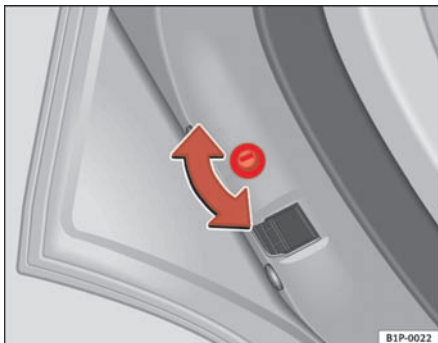
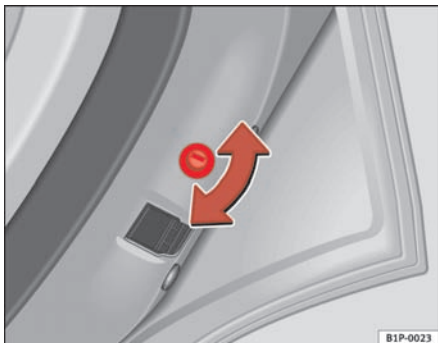

Fig. 43 Børnesikring i venstre dør
Fig. 44 Børnesikring i højre dør
- Når døren er åben, skal du sætte tændingsnøglen i slidsen i døren og dreje den mod uret i døren i venstre side og med uret i døren i højre side. ⇒ fig. 43, ⇒ fig. 44.
- Når døren er åben, skal du sætte tændingsnøglen i slidsen i døren og dreje den mod uret i døren i højre side og med uret i døren i venstre side ⇒ fig. 44, ⇒ fig. 43.